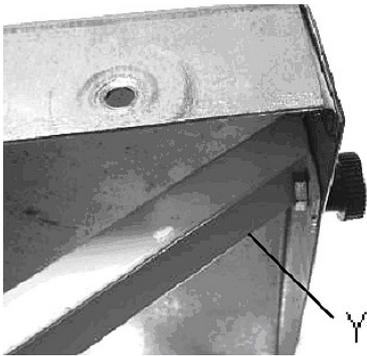

Abb. 14: Stützarme montieren
- Bringen Sie zwei Stützarme als Verstrebung an (Y, Abb. 14). Stellen Sie den Tisch waagrecht und ziehen Sie die Schrauben und Muttern fest.